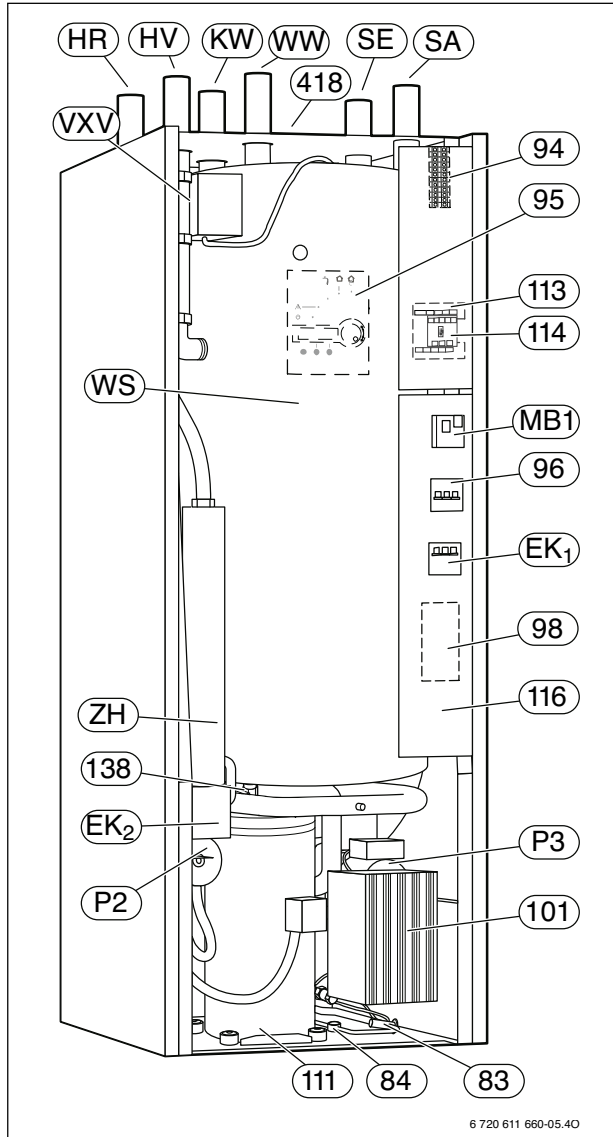
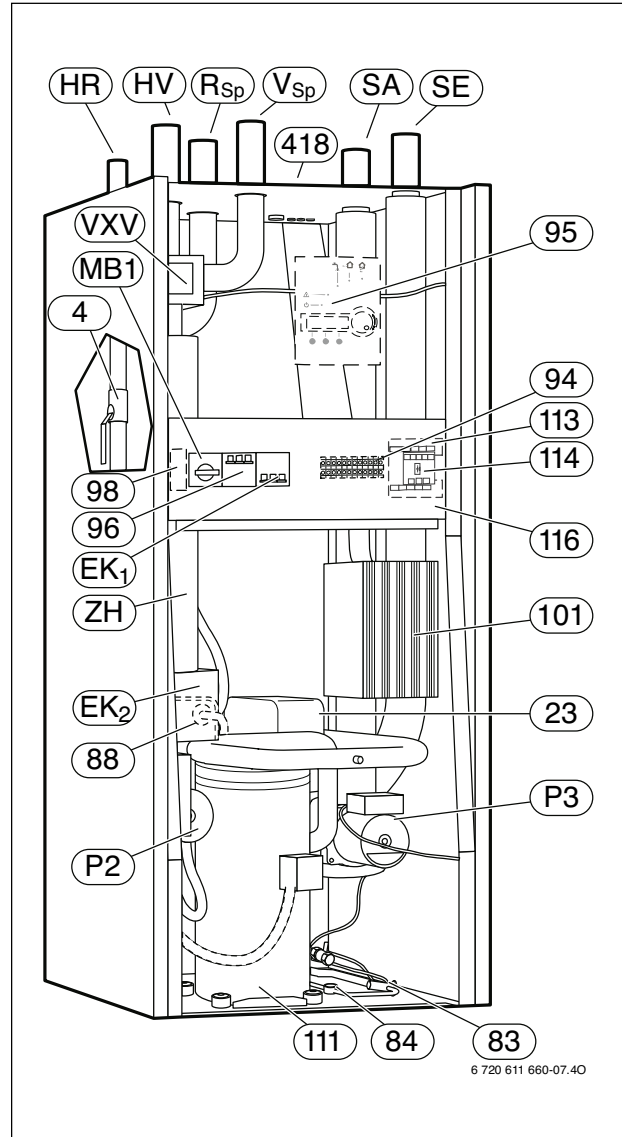

Рисунок 5
Рисунок 6
Типовая пластина (418) находится на верхней крышке установки (→ рисунок 5 или рисунок 6).